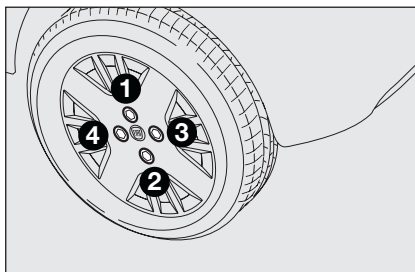

fig. 11
- en se servant de la clé fournie, visser à fond les boulons, en passant alternativement d'un boulon à un autre diamétralement opposé, suivant l'ordre numérique illustré sur la **fig. 11**.